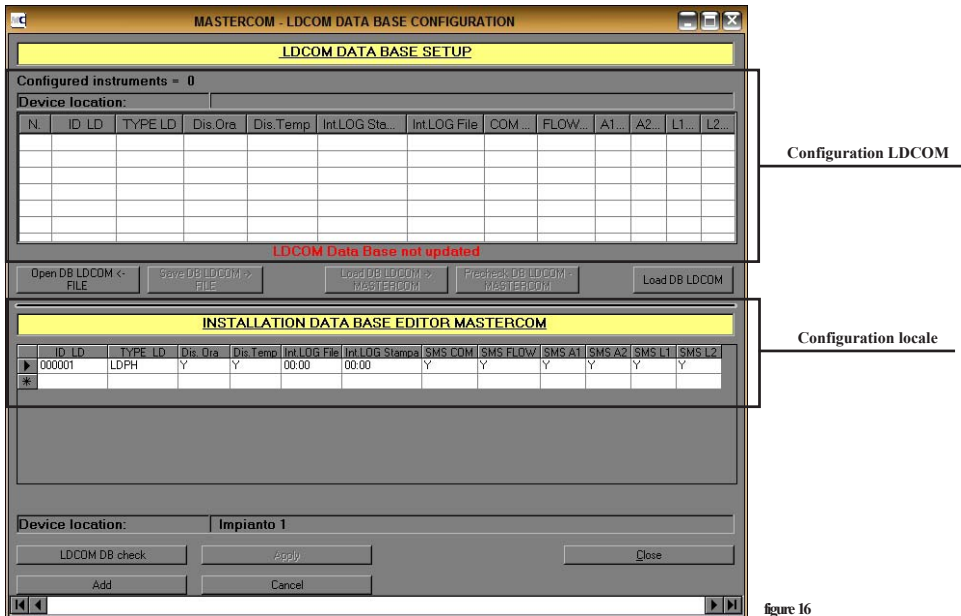

figure 16
6. L'écran de la figure 16 est divisé en deux sections : la section supérieure correspond à la configuration présente dans l'appareil LDCOM relié au PC, tandis que la section inférieure représente la configuration présente sur le PC sur lequel est exécuté le programme « MasterComm ». S'il s'agit de la première exécution du programme, aucune donnée ne sera présente dans les deux zones.
**Si l'appareil LDCOM est déjà configuré, il suffit de charger la base de données qu'il contient en cliquant sur « LOAD DB LDCOM » (attendre le message de confirmation « configuration ok ») et ensuite sur « LOAD DB LDCOM -> MASTERCOMM » (chargement de la base de donnée sur le logiciel « MasterComm »). Dans la zone de configuration LDCOM (section supérieure de la figure 16) se trouvent les appareils déjà configurés.**
8. Pour ajouter un appareil, il est nécessaire de le configurer dans la zone locale (section inférieure de la figure 16) du MasterComm, puis il faut le charger dans la base de données de LDCOM. Pour réaliser cette configuration, cliquer sur la première case blanche appelée « ID LD » présente dans la partie inférieure de l'écran sur la figure 16 et saisir les six chiffres qui constituent le numéro d'identification (ID) de l'appareil (par exemple : 000001).
9. Cliquer sur la case suivante appelée « Type LD » présente dans la partie inférieure de l'écran sur la figure 16, puis saisir le nom de l'appareil conformément à ce qui est indiqué ci-dessous :
10. Cliquer sur la case suivante appelée « Dis. Ora » présente dans la partie inférieure de l'écran sur la figure 16 et saisir « Y » (sans guillemets) pour afficher l'heure de l'appareil sur l'écran principal du MasterComm ou saisir « N » pour ne pas afficher cette information.
11. Cliquer sur la case suivante appelée « Dis. Temp. » présente dans la partie inférieure de l'écran sur la figure 16 et saisir « Y » (sans guillemets) pour afficher la température relevée par l'appareil sur l'écran principal du MasterComm ou saisir « N » pour ne pas afficher cette information.
12. Cliquer sur la case suivante appelée « Int. Log File » présente dans la partie inférieure de l'écran sur la figure 16 et saisir les heures et les minutes au format HH:MM pour créer à intervalles réguliers sur l'ordinateur un fichier journal contenant les informations sur l'état de l'appareil. Laisser ce champ vide pour désactiver cette fonction.
13. Cliquer sur la case suivante appelée « Int. Log Stampa » présente dans la partie inférieure de l'écran sur la figure 16 et saisir les heures et les minutes au format HH:MM pour imprimer le fichier journal à intervalles réguliers sur l'imprimante branchée à l'ordinateur. Laisser ce champ vide pour désactiver cette fonction.
14. Cliquer sur la case suivante appelée « SMS COM » présente dans la partie inférieure de l'écran sur la figure 16 et saisir « Y » (oui) ou « N » (non) pour envoyer un SMS vers un numéro de téléphone défini en cas de perte de connexion entre le PC et l'appareil. Pour utiliser cette fonction, il est nécessaire de configurer la carte GSM présente à l'intérieur du modem.
15. Cliquer sur la case suivante appelée « SMS FLOW » présente dans la partie inférieure de l'écran sur la figure 16 et saisir « Y » (oui) ou « N » (non) pour envoyer un SMS vers un numéro de téléphone défini en cas d'absence de flux dans l'installation. Pour utiliser cette fonction, il est nécessaire de configurer la carte GSM présente à l'intérieur du modem.
16. Cliquer sur la case suivante appelée « SMS A1 » présente dans la partie inférieure de l'écran sur la figure 16 et saisir « Y » (oui) ou « N » (non) pour envoyer un SMS vers un numéro de téléphone défini en cas de déclenchement de l'Alarme 1 de l'installation. Pour utiliser cette fonction, il est nécessaire de configurer la carte GSM présente à l'intérieur du modem.
17. Cliquer sur la case suivante appelée « SMS A2 » présente dans la partie inférieure de l'écran sur la figure 16 et saisir « Y » (oui) ou « N » (non) pour envoyer un SMS vers un numéro de téléphone défini en cas de déclenchement de l'Alarme 2 de l'installation. Pour utiliser cette fonction, il est nécessaire de configurer la carte GSM présente à l'intérieur du modem.
18. Cliquer sur la case suivante appelée « SMS L1 » présente dans la partie inférieure de l'écran sur la figure 16 et saisir « Y » (oui) ou « N » (non) pour envoyer un SMS vers un numéro de téléphone défini en cas de déclenchement de l'Alarme niveau 1 de l'installation. Pour utiliser cette fonction, il est nécessaire de configurer la carte GSM présente à l'intérieur du modem.
19. Cliquer sur la case suivante appelée « SMS L2 » présente dans la partie inférieure de l'écran sur la figure 16 et saisir « Y » (oui) ou « N » (non) pour envoyer un SMS vers un numéro de téléphone défini en cas de déclenchement de l'Alarme niveau 2 de l'installation. Pour utiliser cette fonction, il est nécessaire de configurer la carte GSM présente à l'intérieur du modem.